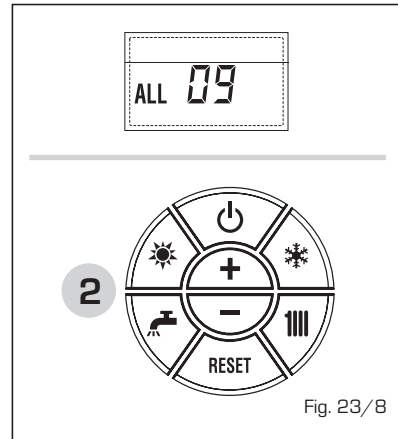

Fig. 23/8
**- ANOMALÍA Sonda AUXILIAR "AL 10" (fig. 23/9)**
**CALDERA CON ACUMULADOR:** Anomalía sonda calentador (SB). Cuando la sonda del quemador está abierta o en cortocircuito, en el display se visualiza la anomalía ALL 10. La caldera funciona pero no efectúa la modulación de potencia en fase sanitario.
**CALDERA SÓLO CALEFACCIÓN:** Anomalía sonda anticongelante (SA), en las calderas que prevén el uso de la sonda anticongelante. Cuando la sonda está abierta o en cortocircuito, la caldera pierde una parte de la funcionalidad anticongelante y en el display se visualiza la anomalía ALL 10.
**CALDERA COMBINADA CON INSTALACIÓN SOLAR:** Anomalía sonda entrada sanitario (ST). Cuando la sonda está abierta o en cortocircuito, la caldera pierde la función solar y en el display se visualiza la anomalía ALL 10.